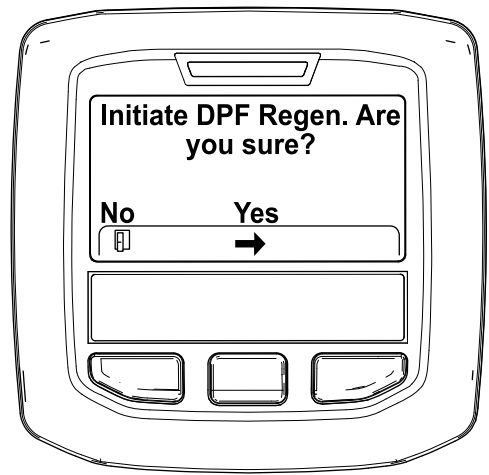

Figura 44
- Cuando aparezca el mensaje "Initiate DPF Regen. Are you sure?" (Iniciar regeneración de DPF, ¿está seguro), pulse el botón central (Figura 44).